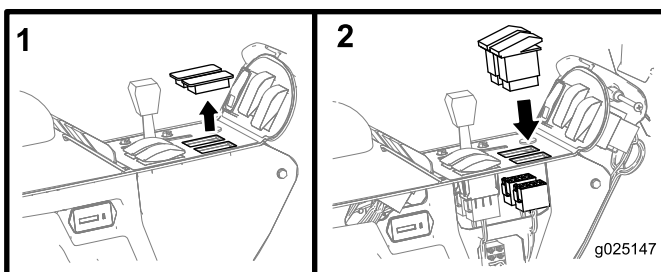

Figura 4
1. Retire os dois tampões do painel de controlo e insira os interruptores nos espaços como se mostra em Figura 4.